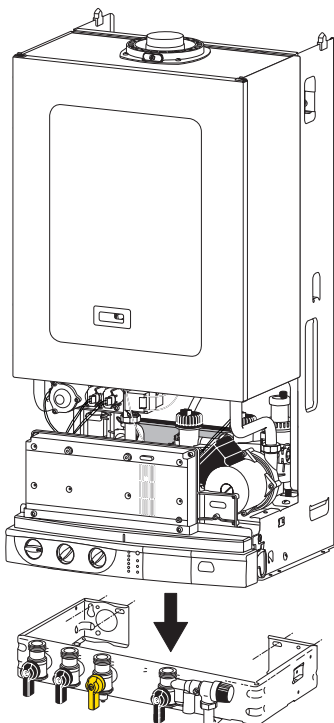

Abb. 8
- den Kessel über die Armaturenhalterung heben und langsam auf die Halterung gleiten lassen (Abb. 8), die Befestigungseisen sollen verhindern, dass der Apparat kippt.